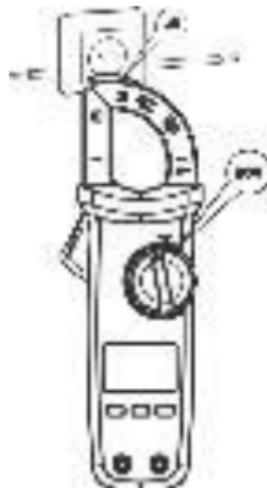

Рис. 5 Бесконтактное обнаружение переменного напряжения
7.7 Бесконтактное обнаружение переменного напряжения (см. рис. 5)